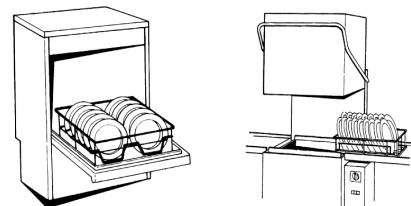

Fig.25
- 4- Positionner le panier en face comme indiqué dans le dessin. Pour les modèles à capot on peut charger le panier en face ou latéralement (si nécessaire tourner le support panier). (Fig.25)